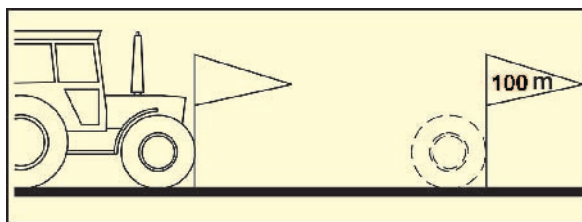

Fig. 12
- No campo, medir um trajecto de medição de exactamente 100 m. Assinalar o ponto inicial e final do trajecto de medição (Fig. 12).